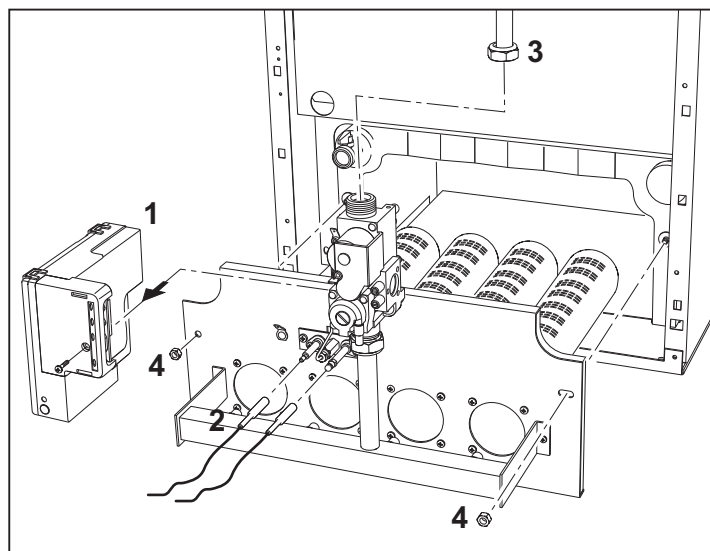

рис. 7 - Демонтаж и чистка блока горелок
2. Снимите электронный блок управления "1" газовым клапаном (рис. 7);